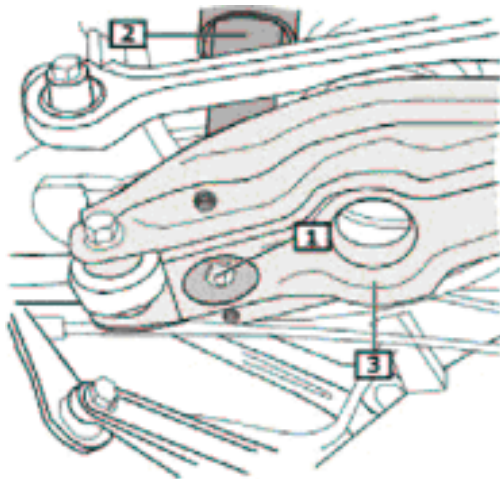
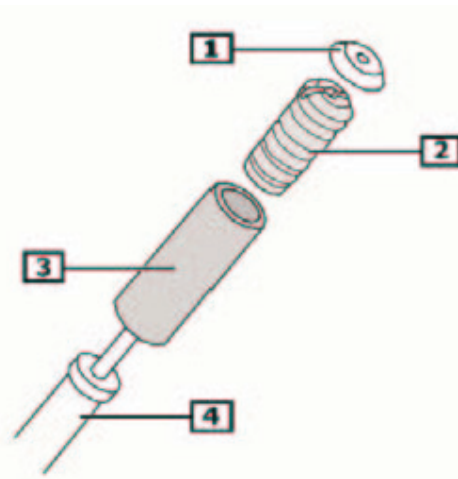

Fig. 10:
Fig. 11:
- **Fig. 10** Stoßdämpfer entnehmen. (2)
- Querlenker (3) unterstützen und Schraube (4) entfernen. Querlenker vorsichtig ablassen und Originalfeder gegen SACHS Performance Feder austauschen.
- **Fig. 11** Stützscheibe ausbauen. (1)
- **Fig. 11** Stoßdämpfer zusammenbauen.
- **Fig. 10** Gummilager am Stoßdämpfer anbringen.
- **Fig. 10** Retirer l'/les amortisseur(s). (2)
- Soutenir le bras transversal (3) et enlever la vis (4). Abaisser lentement le bras transversal et échanger le ressort d'origine avec le ressort SACHS Performance.
- **Fig. 11** Démontez la plaque chevalante (1)
- **Fig. 11** Assemble l'amortisseur.
- **Fig. 10** Asseoir le lit en caoutchouc sur l'amortisseur.
- **Fig. 10** Retirar amortiguador. (2)
- Sujete el brazo de dirección transversal (3) y retire los tornillos (4). Baje el brazo de dirección transversal con cuidado y sustituya el muelle original por el muelle SACHS-Performance.
- **Fig. 11** Desmontar el disco de soporte. (1)
- **Fig. 11** Montar amortiguador.
- **Fig. 10** Poner el rodamiento de goma en el amortiguador.